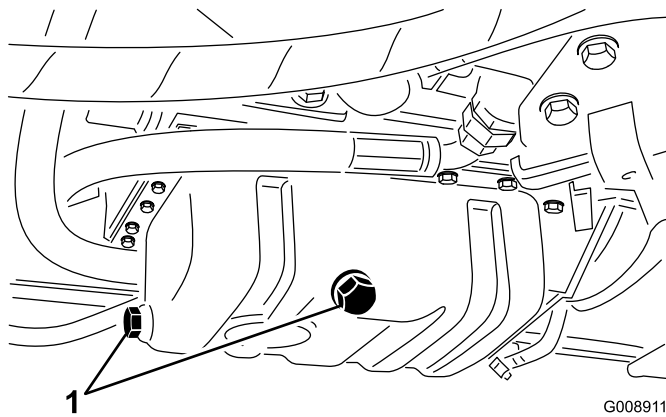

Bild 47
1. Entfernen Sie eine der Ablassschrauben (Bild 47) und lassen Sie das Öl in die Auffangwanne ab. Schrauben Sie die Ablassschraube wieder ein, nachdem das Öl abgelassen ist.